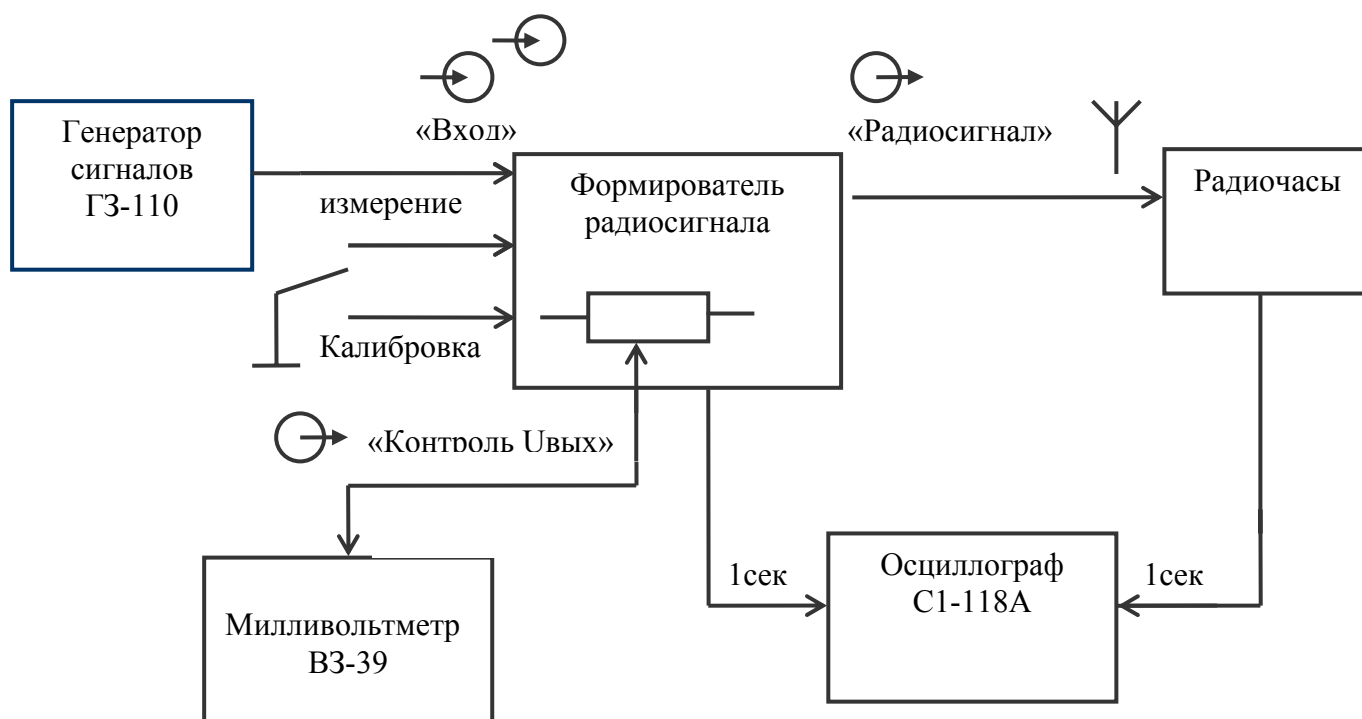

Рис.8.1
8.5.3.1 Собрать измерительную установку согласно схеме рис. 8.1